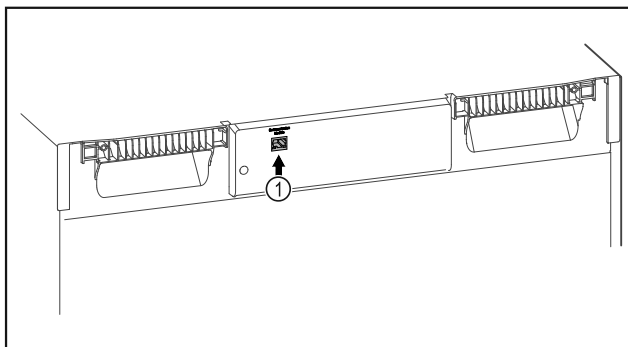

Fig. 115
- Το SmartModule Fig. 115 (1) χρησιμοποιείται.